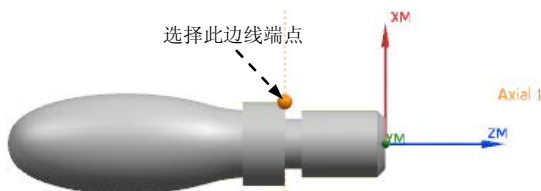

图 4.22 选择参照点
Step1. 在“在外径开槽”对话框的**刀具方位**区域中选中 ☒ **绕夹持器翻转刀具** 复选框，然后单击 **切削区域** 右侧的“编辑”按钮 ，系统弹出“切削区域”对话框。在 **轴向修剪平面 1** 区域 **限制选项** 右侧下拉列表中选择 **点** 选项，单击“点对话框”按钮 ，在图形区选取图 4.22 所示的边线的端点；分别单击“点”对话框和“切削区域”对话框中的 **确定** 按钮，完成切削区域的设置。